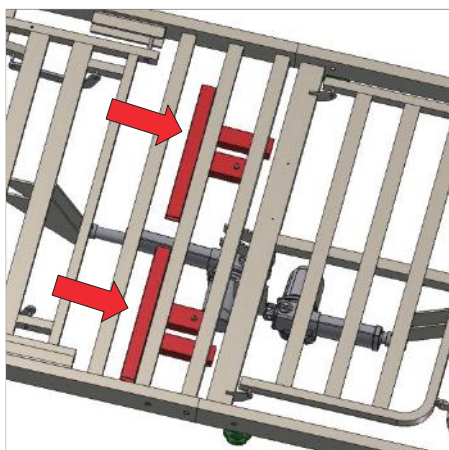

Figure 7: Stockage du support de transport
17. Les supports de transport peuvent être stockés en toute sécurité sur le cadre de lit pour éviter la perte de la supports. Pour ce faire, soulevez le lit à sa hauteur maximale. Les supports de transport peuvent ensuite être fixés aux points de fixation sous le lit comme indiqué (**Figure 7**). Assurez-vous que chaque support est verrouillé en place.